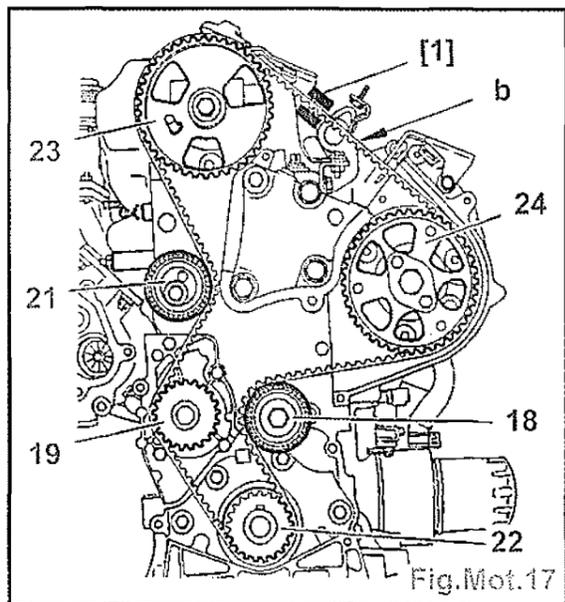

Fig.Mot.17
- Replacer la courroie de distribution, brin «b» bien tendu, dans l'ordre suivant (Fig. Mot.17) :
- poulie d'arbre à cames (23),
- poulie de pompe haute pression carburant (24),
- galet enrouleur (18),
- pignon de vilebrequin (22),
- pignon de pompe à eau (19),
- galet tendeur (21).